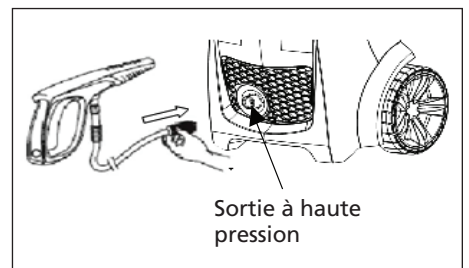

Figure 13 - Attachez le tuyau haute pression à la sortie haute pression
10. Attachez le tuyau haute pression au pistolet (voir la figure 13).